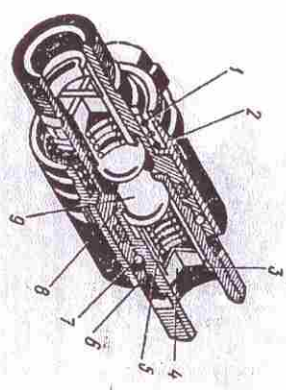

Рис. 18. Муфта разрывная:
4.9.1. Муфта разрывная (рис.18) служит для предохранения шлангов от разрушения при случайном отсоединении прицепа от трактора и для предотвращения вытекания масла из шлангов в отсоединенном состоянии. Разрывная муфта состоит из двух корпусов 6, 8, соединенных между собой фиксирующими шариками 7. В замкнутом положении шарик 9 отходит от своих седел и соединяет полости корпусов между собой.